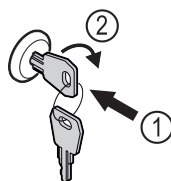

Fig. 166 Beispielhafte Darstellung
- Schlüssel hineindrücken Fig. 166 (1).
- Schlüssel um 90° im Uhrzeigersinn drehen Fig. 166 (2).